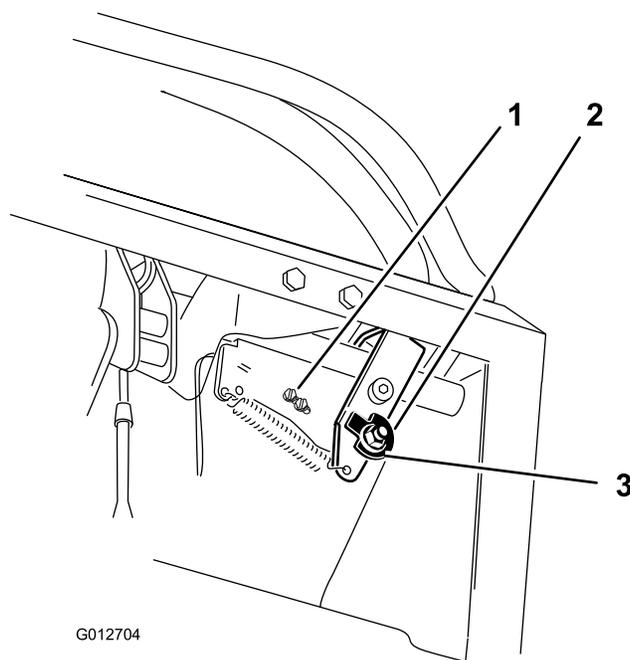
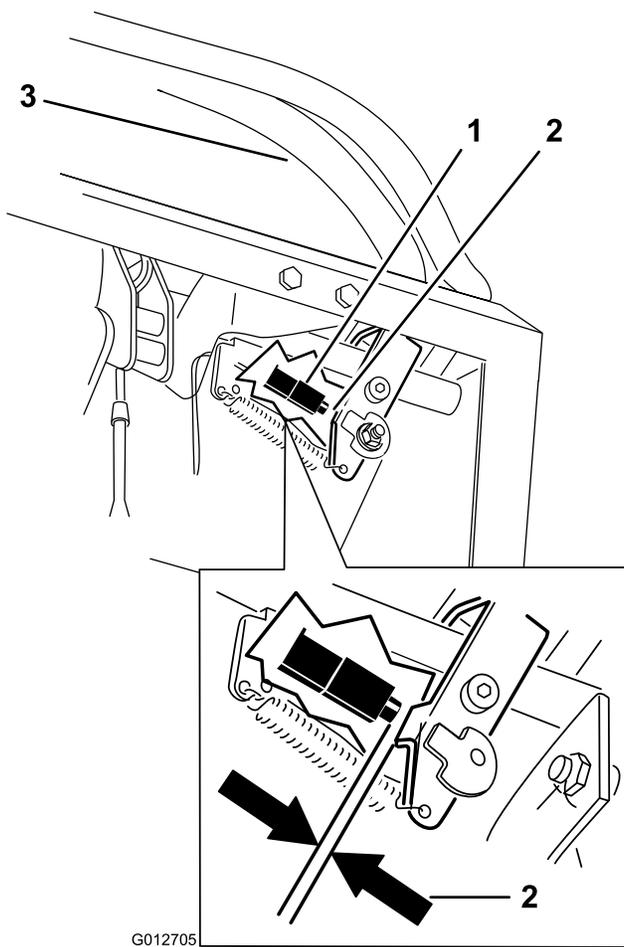

Figura 68
Figura 69
10. Verifique a folga entre a alavanca do controlo e o interruptor como apresentado em Figura 69. A folga tem de ter 3 mm com a alavanca direita de controlo do movimento na posição de desbloqueada em ponto morto.
11. Se necessário, desaperte os parafusos que fixam o interruptor e ajuste o interruptor (Figura 68 e Figura 69).
7. Solte a porca que fixa o excêntrico (Figura 68).